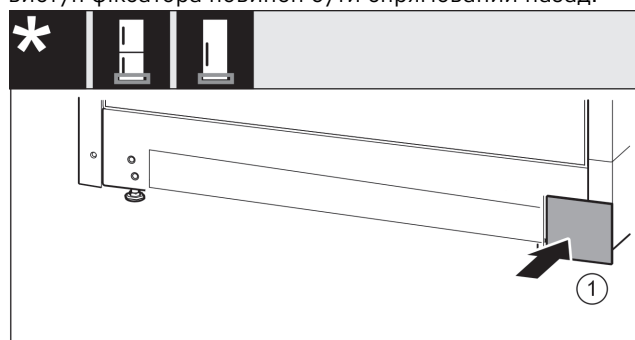

Fig. 17
- ▶ Знову вставте кришку Fig. 17 (1) з іншого боку.